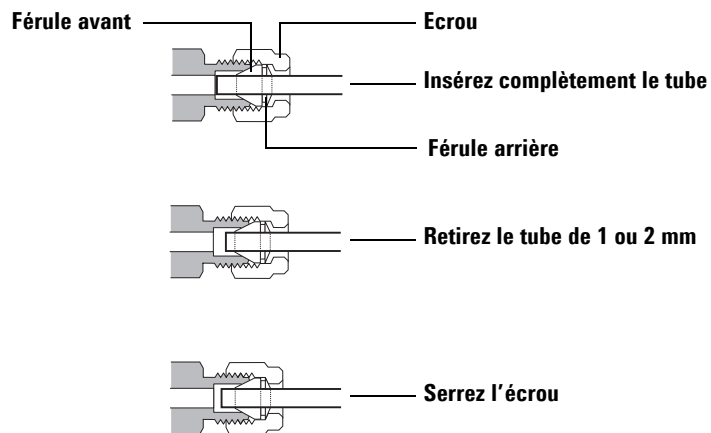

Figure 13 Insérez le tube
- 5 Poussez le tube à fond dans le raccord mâle, puis retirez-le de 1 à 2 mm (Figure 13).